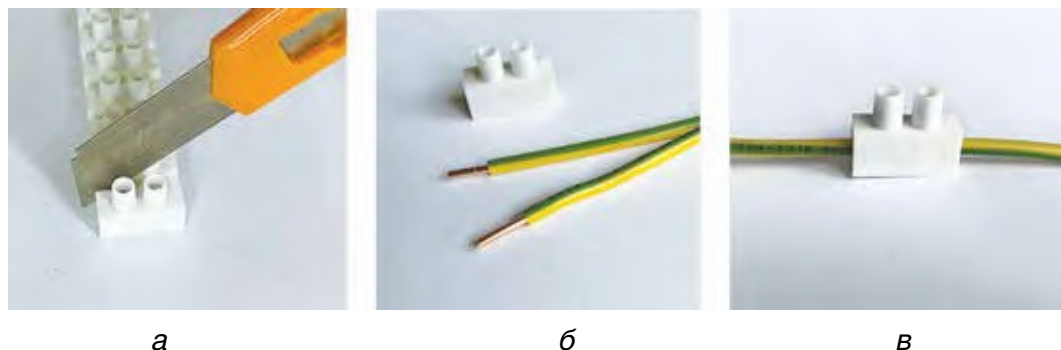

Рис. 54. Зачистка и соединение электропроводов:
1. Отрезать клемму от клеммной колодки (рис. 54, а).
2. Зачистить электропровода (рис. 54, б).
3. Вставить электропровода в клеммный зажим и затянуть винты (рис. 54, в).